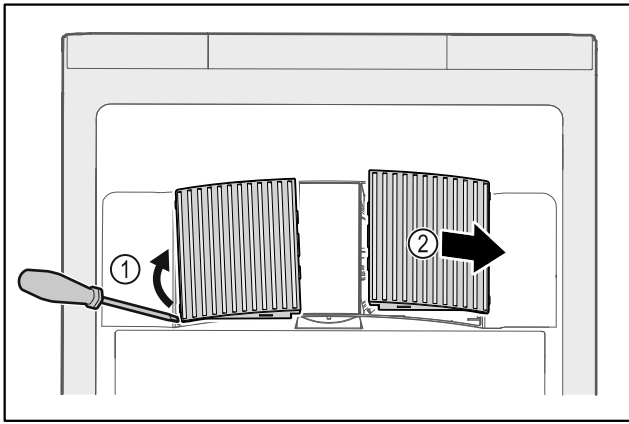

Fig. 165
- Estrarre con cautela i coperchi delle ventole dai lati Fig. 165 (1) e rimuoverli in avanti Fig. 165 (2).